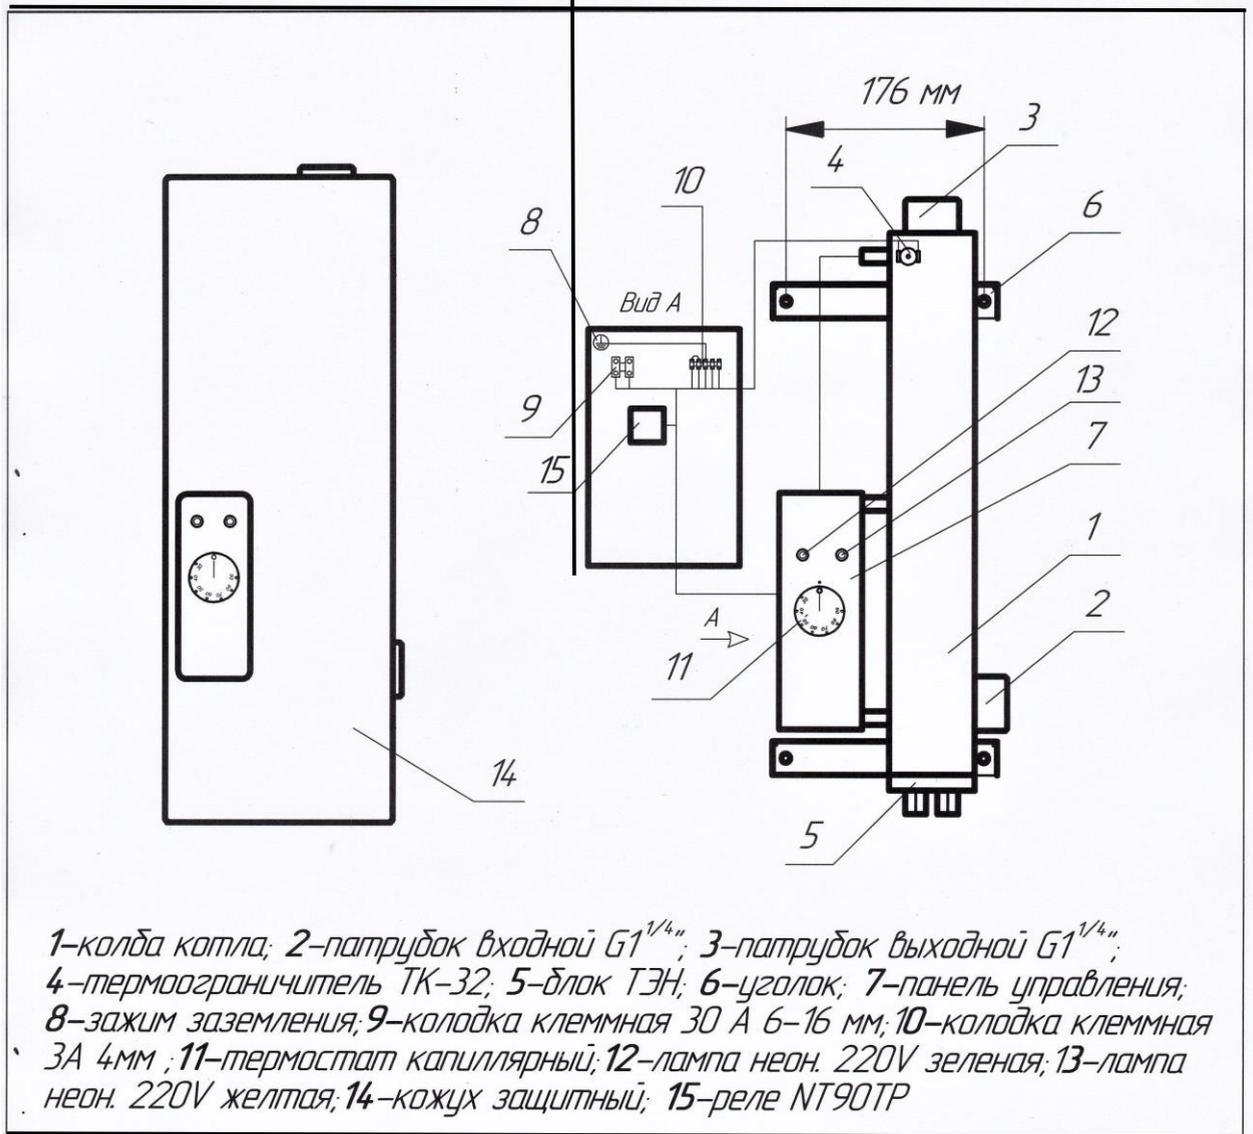

Рисунок 2
7.3.1 К клеммной колодке 10 рис.2 прибора ЭПН-Есо 4 можно подключить датчик температуры, согласно маркировке. При подключении к зажиму "Датчик температуры воздуха" устройства для регулирования микроклимата, схема управления автоматически переключится на совместную работу с этим устройством, при условии, если температура на ручке термостата выставлена "80" и совмещена с отметкой на панели управления. При выборе датчика следует помнить, что при размыкании контакта датчика прибор отключается.